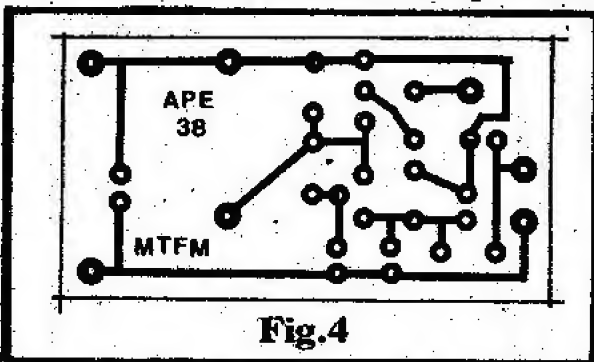

Fig.4
- FIG. 4 - LAY OUT DO CIRCUITO IMPRESSO ESPECÍFICO - Conforme já enfatizamos, a idéia básica no desenvolvimento do projeto do MICROTRANS FM foi **miniaturização**... Assim, o próprio lay out das áreas cobreadas (ilhas e pistas) do Circuito Impresso, foi condensado ao máximo. Levamos, porém, em consideração o fato de que o iniciante geralmente tem alguma dificuldade em realizar montagens "apertadas" demais, e assim procuramos racionalizar a miniaturização de modo a não tornar as coisas "impossíveis" aos Leitores que ainda não têm muita prática... Na figura vemos, em tamanho natural (1:1), o desenho da plaquinha "virgem", usando tinta própria, ou decalques ácido-resistentes... Depois de efetuada a corrosão, limpeza e furação (cuidado, pois ilhas e pistas apresentam dimensões muito restritas, e qualquer errinho "danará" tudo...), o Impresso estará pronto para uso, devendo o iniciante consultar as **INSTRUÇÕES GERAIS PARA AS MONTAGENS** (apêndice permanente de APE, sempre nas